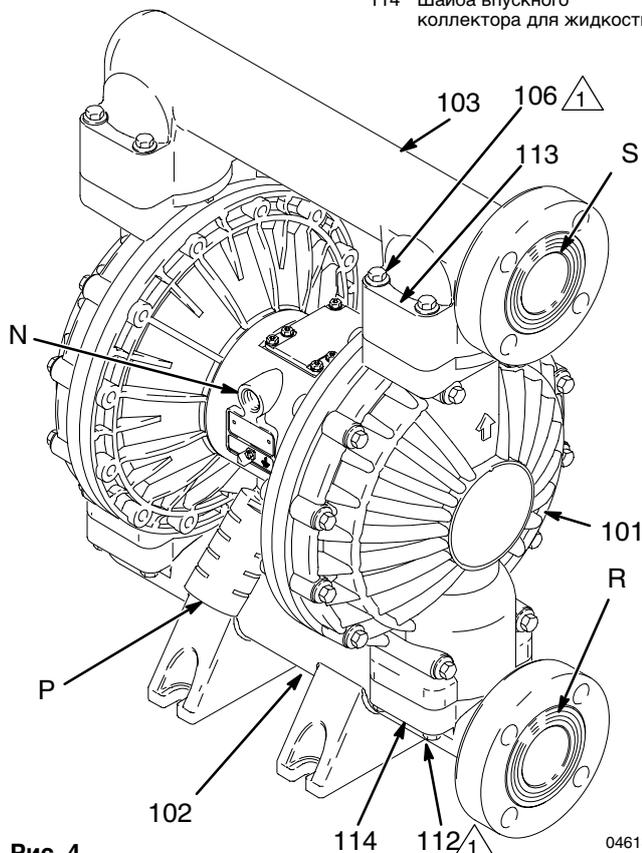

Рис. 4
Насос поставляется с впускным патрубком для жидкости (R) и выпускным патрубком для жидкости (S), обращенными в одинаковом направлении. См. Рис. 4. Для изменения ориентации впускного и/или выпускного порта:
1. Выкрутите винты и снимите шайбы (106, 112, 113 и 114), которые закрепляют впускной (102) и/или выпускной (103) коллектор на крышках (101).